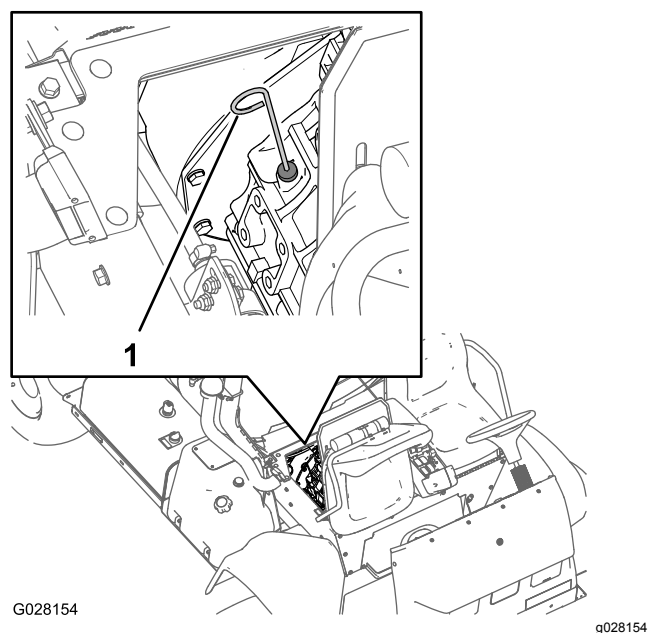

Figura 72
6. Retire la varilla y compruebe el nivel de aceite del motor (Figura 72).
7. Añada lentamente más aceite del tipo especificado para que el nivel llegue a la marca Lleno de la varilla (Figura 72).